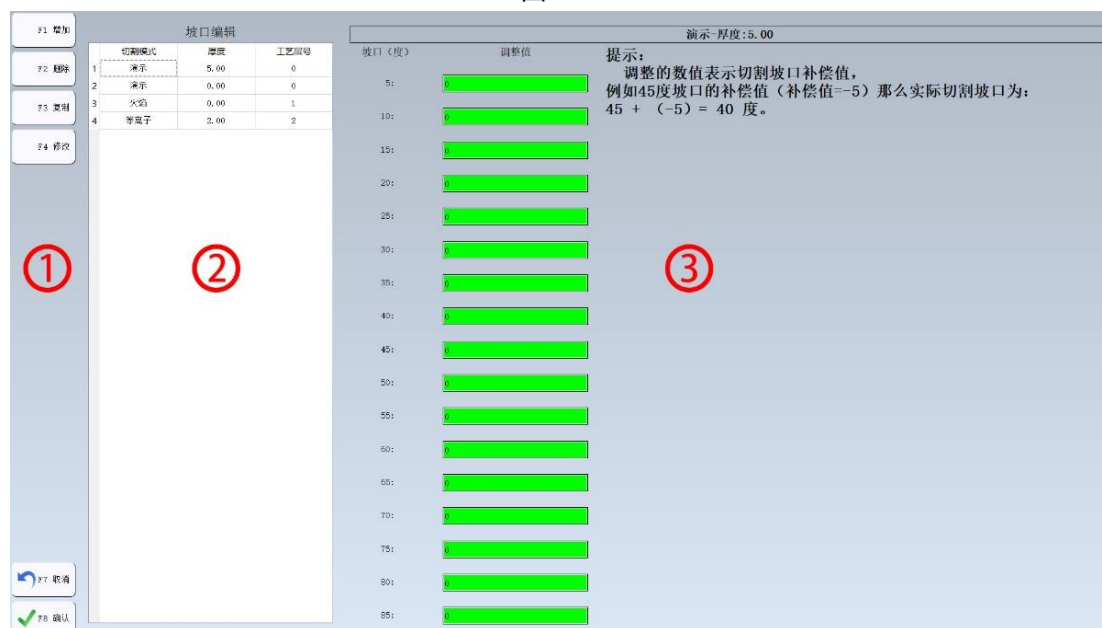

图 8.41 坡口编辑界面
坡口调整规则：最终切割坡口值 = 坡口值 + 调整值，图 8.41 中 ② 区域显示的是当前配置中存在所有不同的切割类型和其相应的壁厚表，③ 区域是对应 ② 中的某一行的具体参数设置，除了参数配置之外在 ③ 区域还对参数设置做出了说明，用户可参照说明再根据实际情况配置参数。